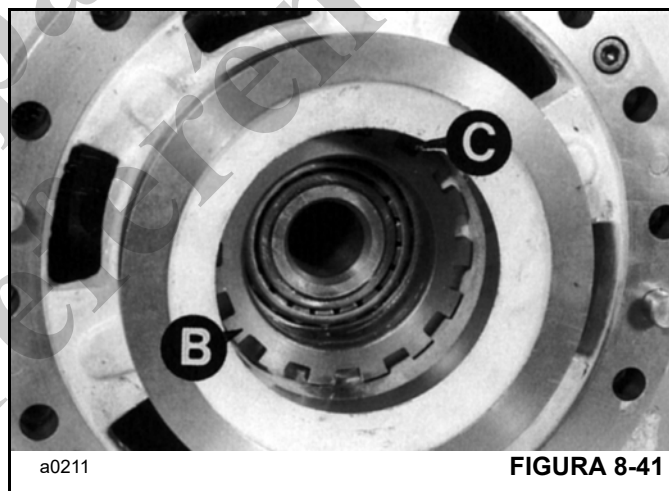
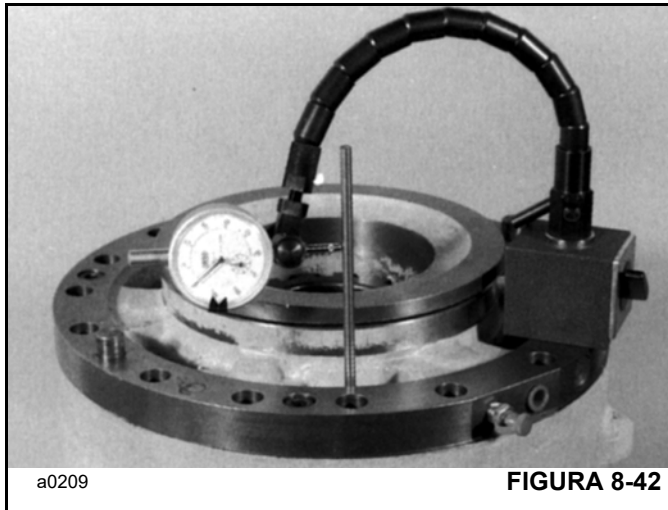

FIGURA 8-41
FIGURA 8-42
11. Ajuste as porcas laterais do diferencial **B** (Figura 8-41) para obter uma pré-carga do rolamento de 1,36 a 2,5 Nm (1,0 a 1,84 lb-pé).
12. Meça a folga da coroa, que deve ser de 0,13 a 0,2 mm (0,005 a 0,008 pol.), Figura 8-42. Ajuste as porcas laterais do diferencial em quantidades iguais ao alterar a folga. Quando a folga e a pré-carga estiverem corretas, instale os contrapinos das porcas laterais **C** Figura 8-41. Verifique se a coroa, o pinhão e a pré-carga estão ajustados corretamente. Consulte Ajuste da coroa e do pinhão na página 8-15.